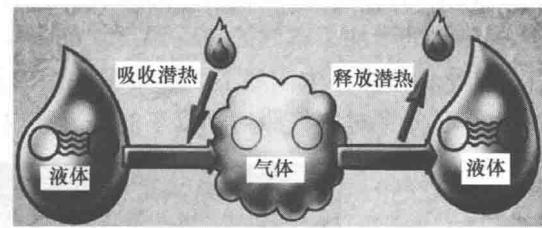

图 1-10 物态变化与热量的关系
(2) 冷凝 当蒸气受到冷却时，放出热量，由气体变成液体的过程称为冷凝（图 1-7b）。冷凝时的温度称为饱和温度，如果将冷凝后的液体再度冷却，使其温度低于饱和温度，这种现象称为过冷，两者的温度差称为过冷度。气体冷凝时要放出热量。同样质量的饱和蒸气冷凝时放出的热量等于同温度下的汽化热。物态变化与热量的关系如图 1-10 所示。